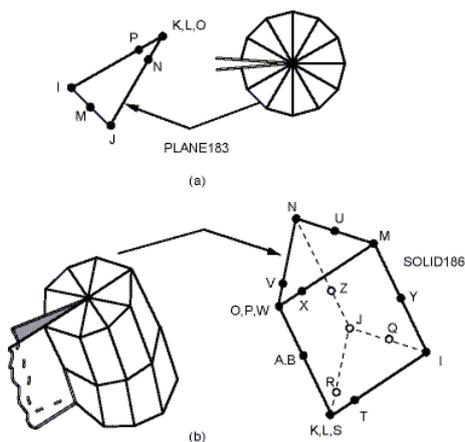

图 5-47 中间点的偏置设置示意图
- 【KCTIP midside node position】：中间节点的位置。选择“Not skewed 1/2pt”表示不偏置，即处于边界中间位置的中间节点。选择“Skewed 1/4pt”表示中间节点偏置到裂纹尖端位于边长的 1/4 位置，如图 5-47 所示，(a) 和 (b) 分别为二维和三维有限元模型。